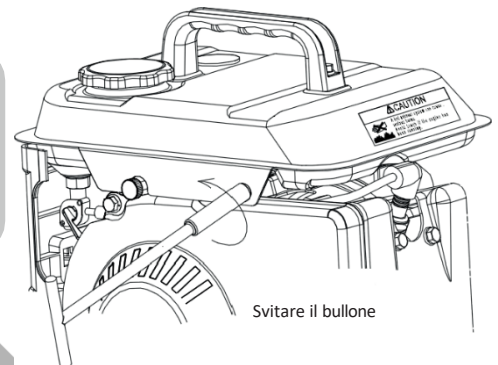

Fig. 26
1. Rimuovere il serbatoio del carburante. (Fig. 26)